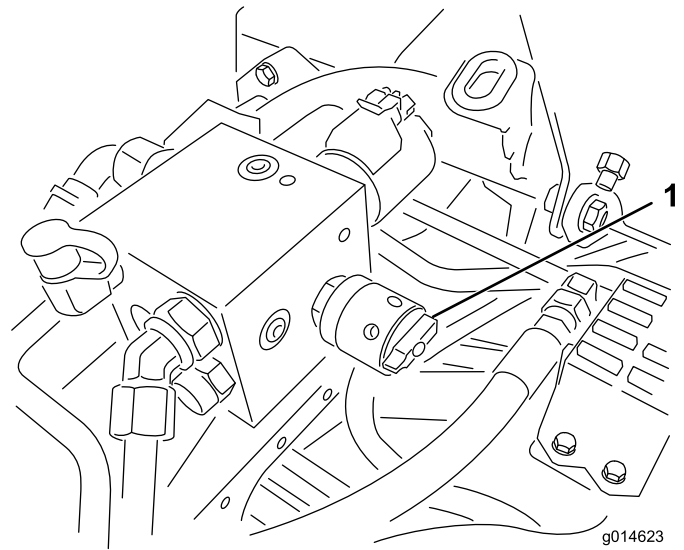

Figura 36
- Para ajustar a velocidade dos cilindros, rode o manípulo (Figura 36) até que as setas indicadoras fiquem alinhadas com o número que designa o ajuste desejado.